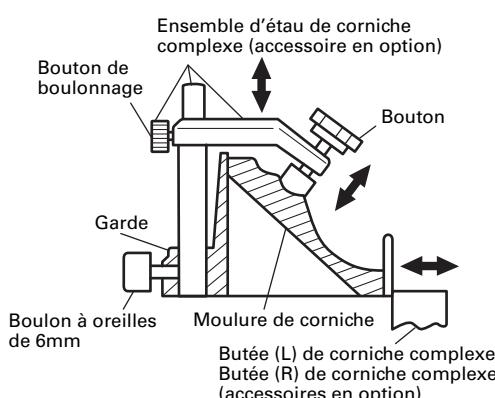

Fig. 41-b
- (1) Les butées (L) et (R) de corniche complexe permettent des coupes plus faciles de corniches complexes sans inclinaison de la lame de scie. Les installer sur la base, de chaque côté, comme le montre la Fig. 41-a. Après les avoir introduits, serrer le boulon à oreilles de 6mm sur les butées de corniche complexe.